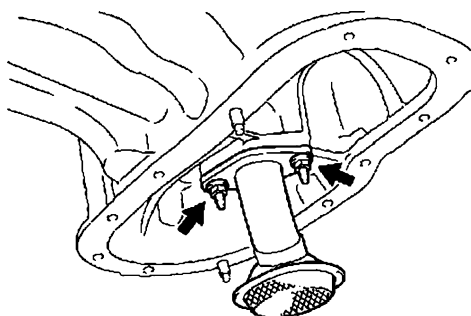
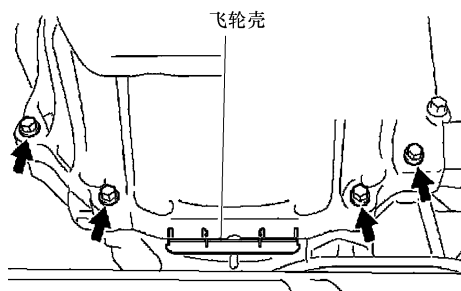

图 22-14 拆卸机油过滤器
图 22-15 拆卸飞轮壳
16) 按照图 22-14 所示，拆卸机油过滤器。
① 拆卸 4 个飞轮壳螺栓。
② 按照图 22-15 所示，拆卸飞轮壳。